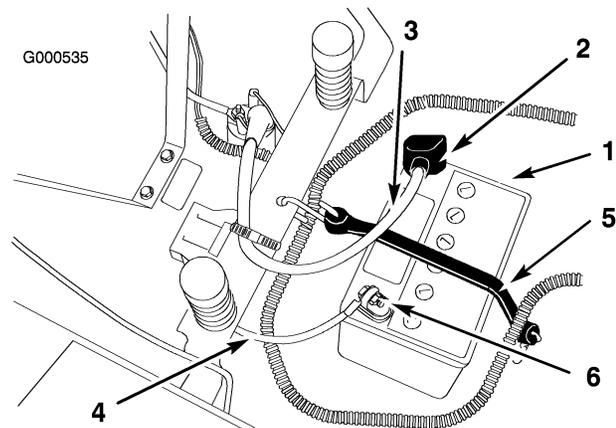

Figura 32
4. Staccate il cavo negativo (nero) di terra dal polo della batteria (Figura 32).
5. Infilate il cappuccio di gomma sul cavo positivo (rosso) della batteria. Staccate il cavo positivo (rosso) dal polo della batteria (Figura 32).
6. Togliete il dispositivo di fissaggio della batteria (Figura 32) e togliete la batteria dal vassoio.
2. Guardate il fianco della batteria. L'elettrolito deve raggiungere la linea superiore (Figura 32). Non lasciate scendere l'elettrolito sotto la linea inferiore (Figura 32).
3. Togliete i tappi di spurgo dalla batteria (Figura 32).
4. Aggiungete lentamente acqua distillata in ogni elemento della batteria finché l'elettrolito non raggiunge la linea superiore (Figura 32) sulla cassetta della batteria.
5. Attendete cinque o dieci minuti dopo avere riempito gli elementi della batteria. All'occorrenza, aggiungete dell'acqua distillata finché l'elettrolito non raggiunge la linea superiore (Figura 32) sulla cassetta della batteria.
- Posizionate la batteria nel vassoio con i poli dei morsetti lontano dalla plancia (Figura 32).
- Fissate i cavi con due bulloni (6,3 x 19 mm), rondelle (6,3 mm) e dadi (6,3 mm) (Figura 32).
- Fissate la batteria con l'apposito dispositivo (Figura 32).